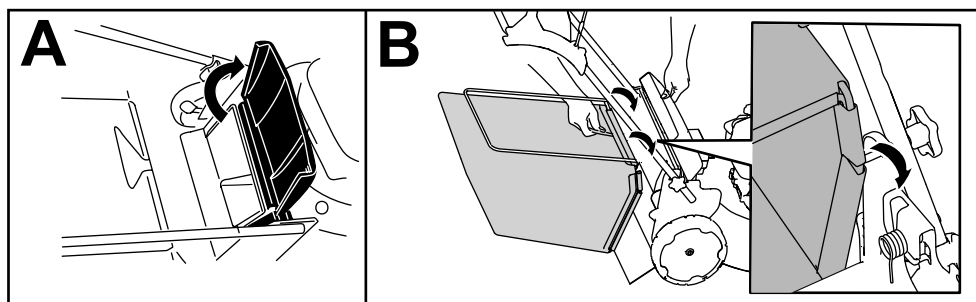

Figura 15
1. Levante y sujete el deflector trasero (Figura 15, A).
2. Instale la bolsa de recogida, asegurándose de que los pasadores de la bolsa descansan en las muescas del soporte del manillar (Figura 15, B).